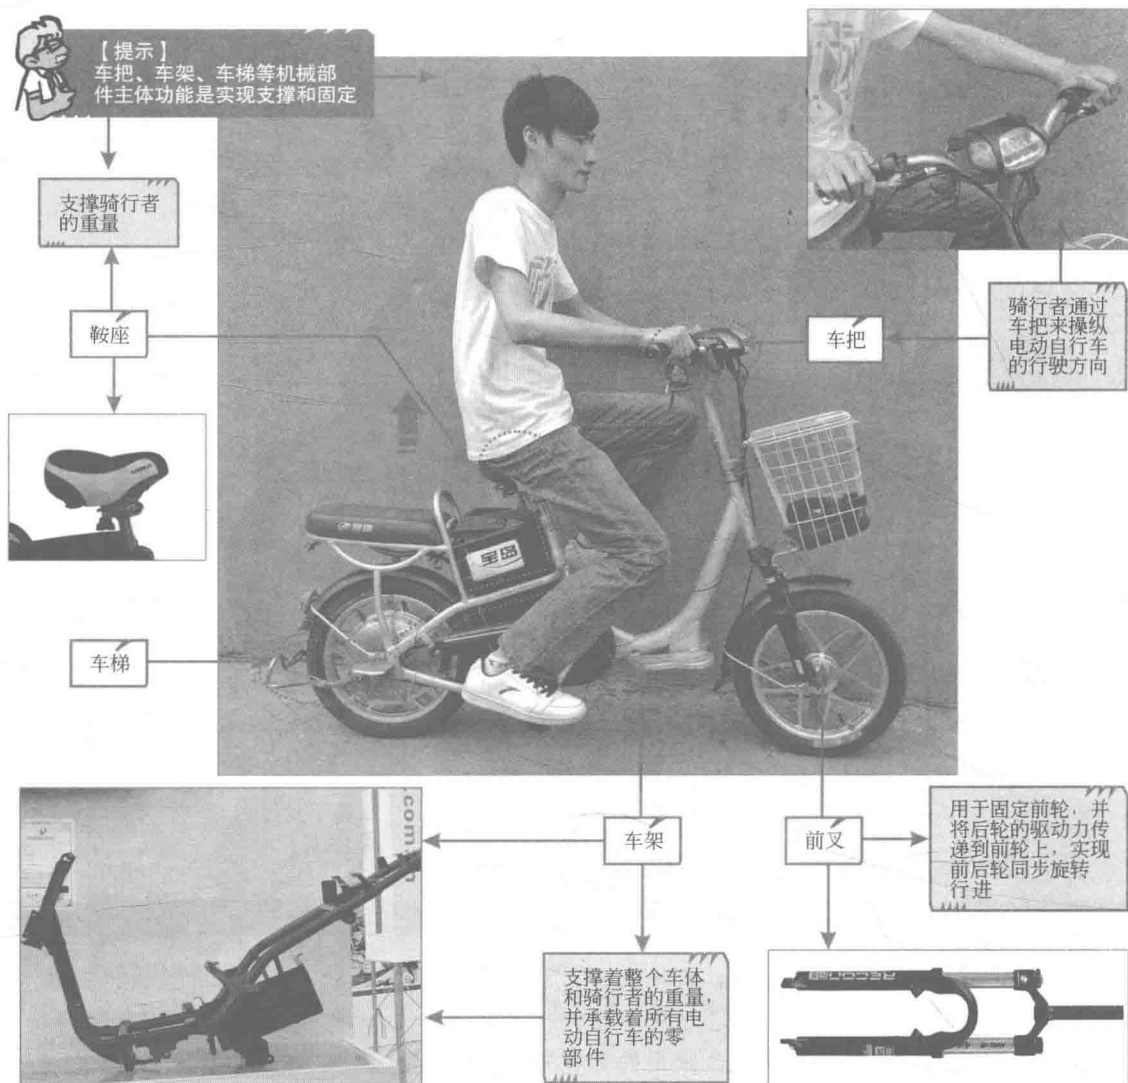

图 1-4 典型电动自行车的机械承重部分
(1) **机械承重部分** 机械承重部分主要包括车把、车架、车梯、鞍座和前叉，如图 1-4 所示。其中，车把用于操纵电动自行车的行驶方向，车架、车梯和鞍座用于支撑整个车体和骑行者的重量，并承载所有电动自行车的零部件；前叉除了用来固定前轮外，还安装有减振器，具有减振功能。